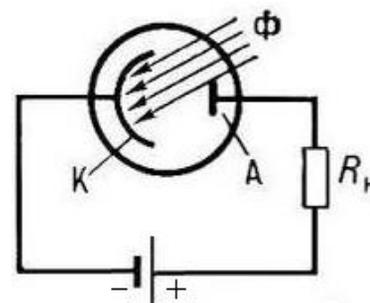

Рис. 2.
2. Внутренний фотоэффект. Рассмотрим стеклянный баллон, в который вставлены два электрода – катод и анод – и выкачан воздух. Катод выполнен в виде полусферы, внутренняя поверхность которого покрыта материалом с малой работой выхода, чаще всего серебрено-сурьмяным сплавом, обладающим малой работой выхода электронов (рис. 2). Такой прибор называется фотоэлементом. Источник тока создает в фотоэлементе электрическое поле. При попадании света на катод фотоэлемента фотоны света выбивают из него электроны, которые под действием электрического поля будут